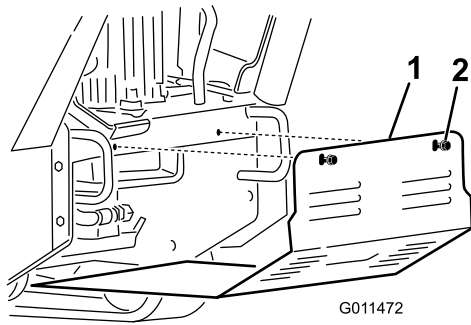

Figura 24
3. Desaperte os 2 parafusos que fixam o resguardo inferior sequencialmente, até o resguardo ficar livre (Figura 24).
5. Para instalar o resguardo antes de utilizar a máquina, deslize o resguardo inferior para a máquina de modo a assentar nas 4 patilhas e fixe-o com os 2 parafusos que desapertou anteriormente (Figura 24).